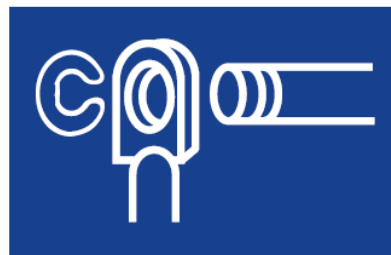

Fig. 6
3. Złącze oczkowe z klipsem zabezpieczającym (Fig. 6).